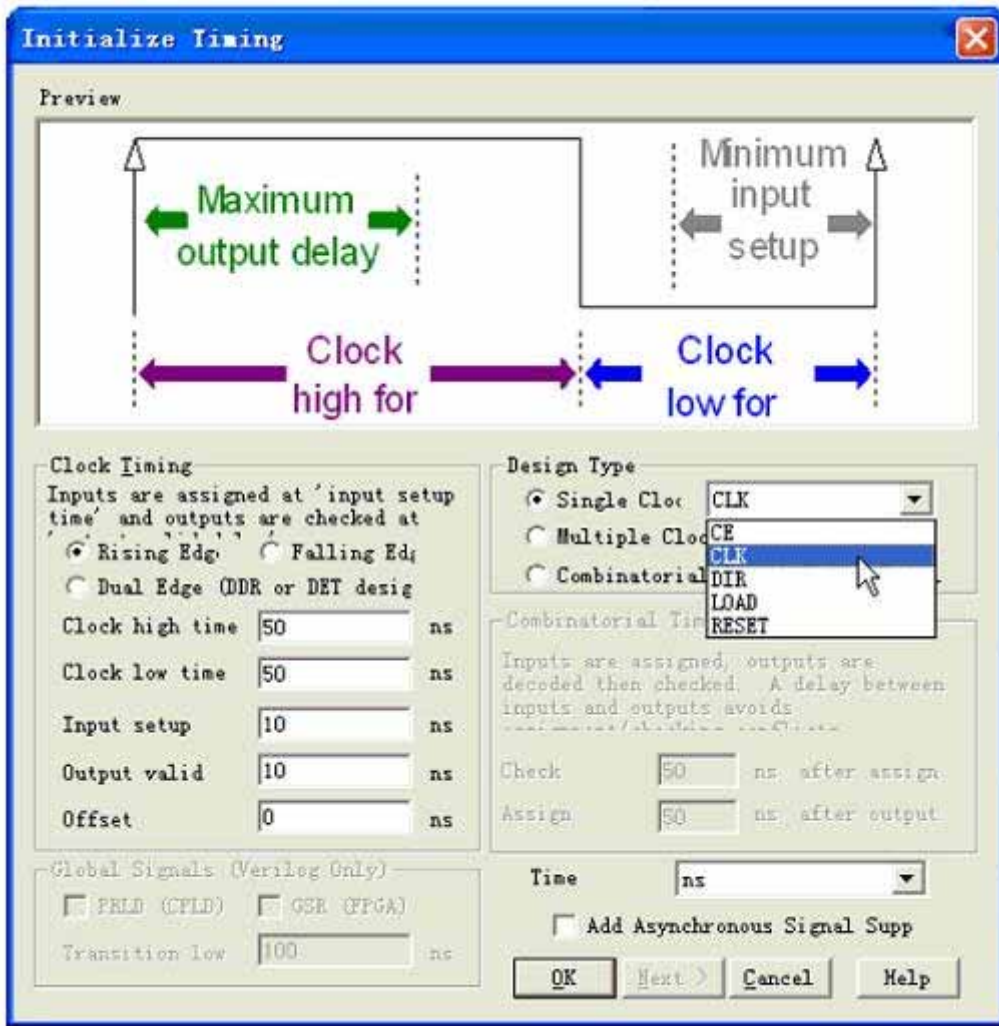

图 10 仿真时间参数的设置
Step8. 此时, HDL Bencher 程序自动启动, 如图 10 所示, 我们可以选择哪一个信号是时钟信号并可以输入所需的时序需求 ; 在这里我们采用系统的默认值, 单击“OK”按钮 ;